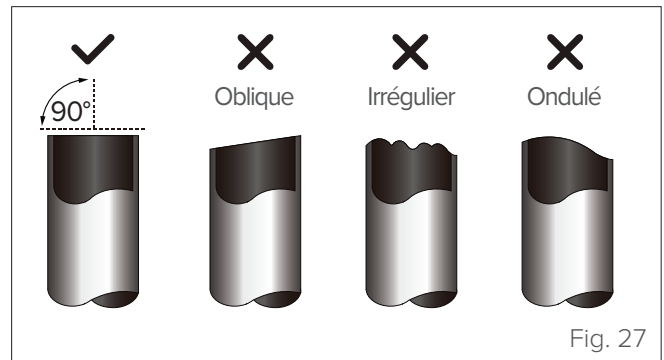

Fig. 27
- 3 Vérifier que le tuyau est coupé à un angle exact de 90°. Voir les exemples de coupe incorrecte illustrés sur la "Fig. 27".